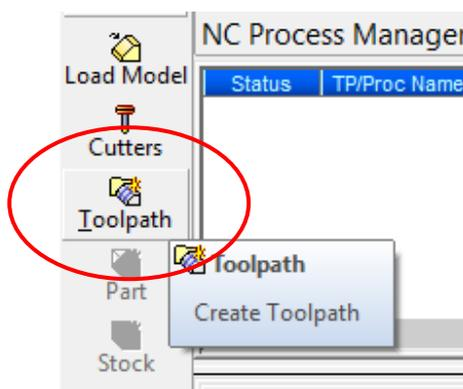
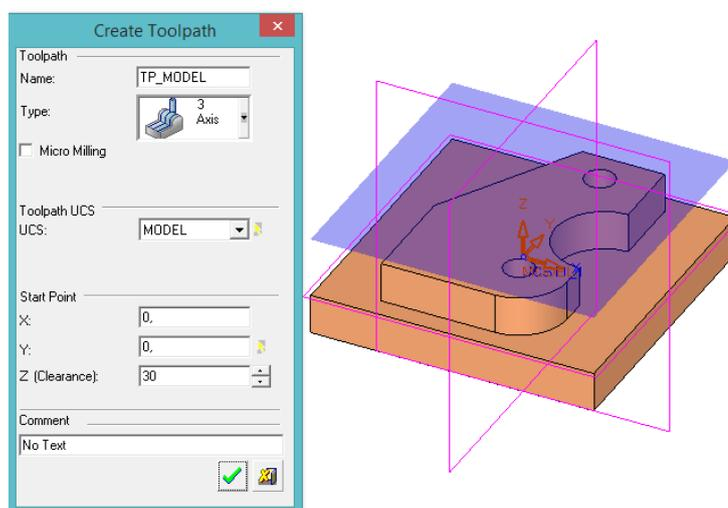

Рисунок 8 – Кнопка «Траектория»
Рисунок 9 – Выбор типа обработки и положения плоскости безопасности
3.3 Выбираем траекторию обработки. Для этого в боковом меню выберем «Траектория» (рисунок 8). В появившемся окне «Создание траектории» указываем тип обработки – 3-х координатная и положение плоскости безопасности (рисунок 9). Плоскость безопасности должна быть ненамного выше нашей детали, но и не слишком низко, т.к. если плоскость будет высоко, то инструмент долго будет “резать” воздух, а при слишком низком расположении плоскости, инструмент сразу упрётся в заготовку (в реальных условиях это не допустимо, т.к. инструмент может сломаться).